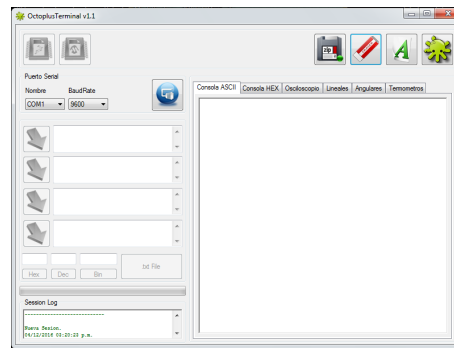

Figura 32: Panel principal de *Octopus*
- A continuación se presenta una pantalla similar a la Figura 32